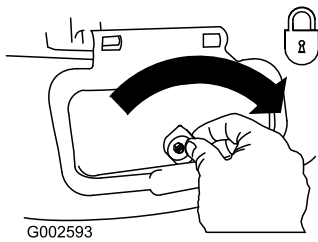

Figura 23
**Importante:** Bloquee la puerta de descarga lateral después de cerrarla (Figura 23).